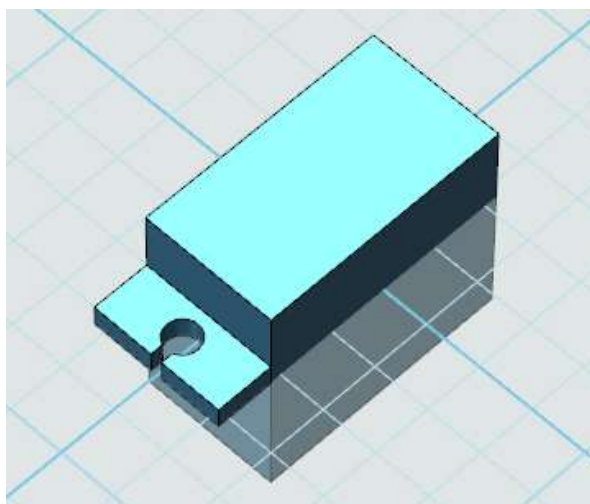

图 14-7
3.点击上一步绘制好的草图，选择拉伸命令。高度为 2。完成后如图 14-7 所示。